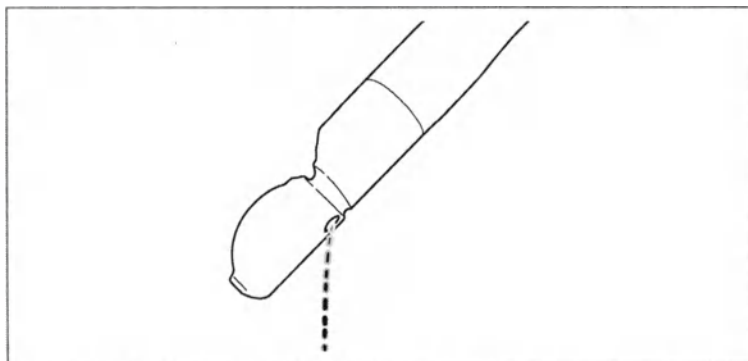

Рис. 3.54
(1) Трубка для впрыска
2. Введите деаэрированную стерильную воду из шприца и убедитесь, что она выходит из патрубка впрыска/откачки баллона, как показано на Рис. 3.54